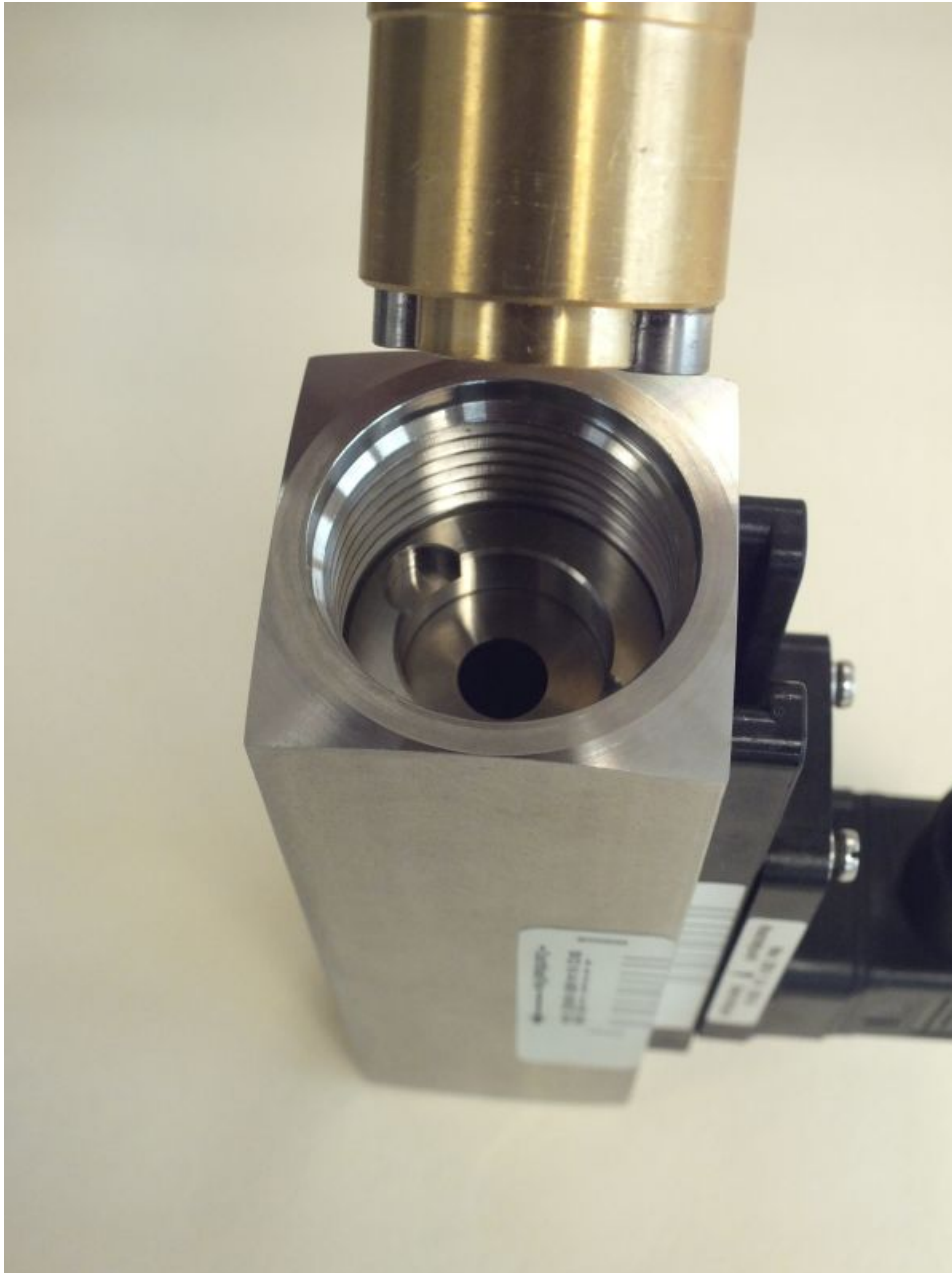

Abb. 57: Eindrehwerkzeug Gewinding DKME/A-1 (Eingang) einführen
15. Das Eindrehwerkzeug-Gewinding DKME/A-1 (Eingang) in den Geräteeingang einführen (Abb. 57) und drehen bis es in die Mitnehmer-Nut des Gewindinges einrastet